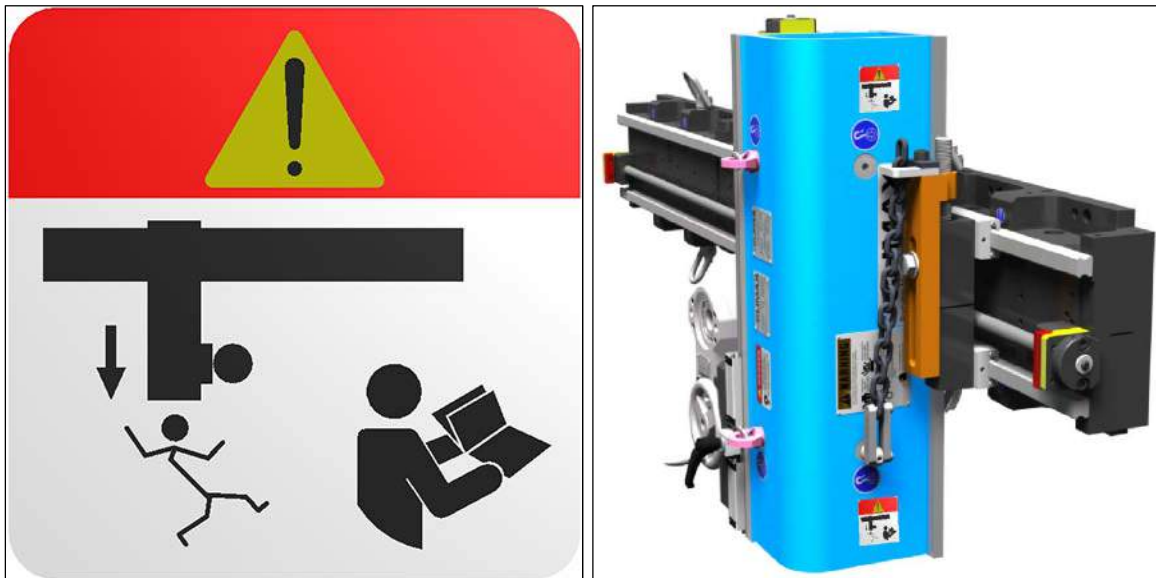

Figura 12. Etiqueta de advertencia de peligro y colocación de cilindro
Verifique que las dos etiquetas de advertencia de peligro del cilindro (N/P 78937, Figura 12) se aplican al cilindro en los lugares identificados en la Figura 12. Consulte las instrucciones que acompañan a la etiqueta para obtener instrucciones de aplicación.
5. Pase la dirección a lo largo del eje X ajustando los tornillos de desplazamiento en la placa de montaje del cabezal de fresado como se muestra en la Figura 12. Deberá aflojar los tornillos de montaje ligeramente para hacer estos ajustes.